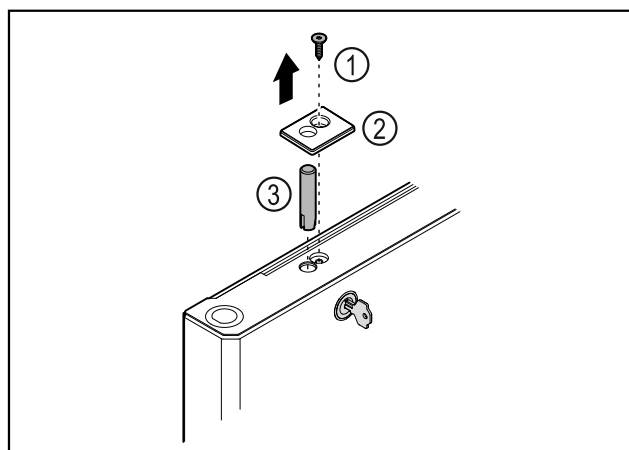

Fig. 37
- ▶ Отстранете винта Fig. 37 (1).
- ▶ Откопчай те капака Fig. 37 (2) с малка отвертка и го свалете.
- ▶ Изтеглете болта на ключалката Fig. 37 (3).